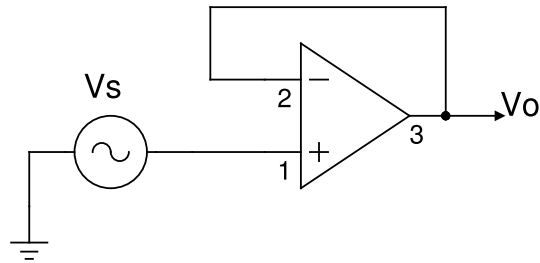

Figura 4.4
1. Monte o circuito da figura 4.4, alimentando o AMP-OP com $V_{cc+} = 3V$ e $V_{cc-} = -3V$;
4.9. Considerando os procedimentos de 4.2.4, plote um gráfico de $V_0 \times V_S$. Analise os resultados desse experimento e explique o comportamento desta curva. Explique o funcionamento do circuito montado na figura 4.4.